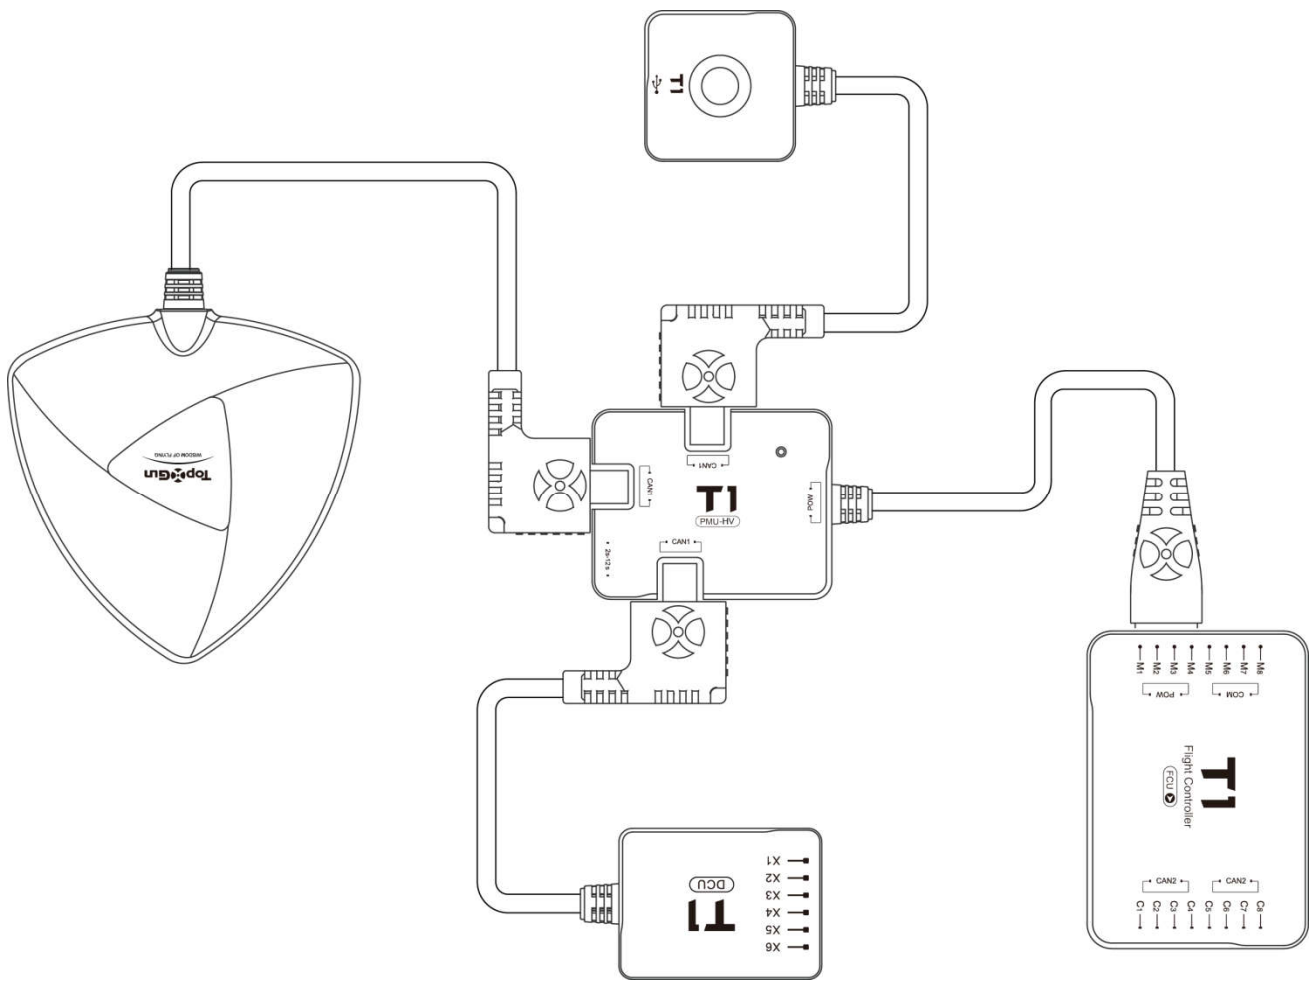

图 1-2 主控线路连接图
**步骤2.** 根据图 1-2，并按“安装连接说明”的要求安装主控，连接线路。